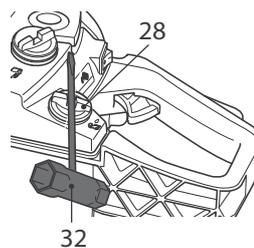

Fig. 17
- > Nettoyer les débordements avec un chiffon doux et replacer le bouchon du réservoir (28). Utiliser la clé mixte (32) pour serrer à fond le bouchon (28) (Fig. 17).